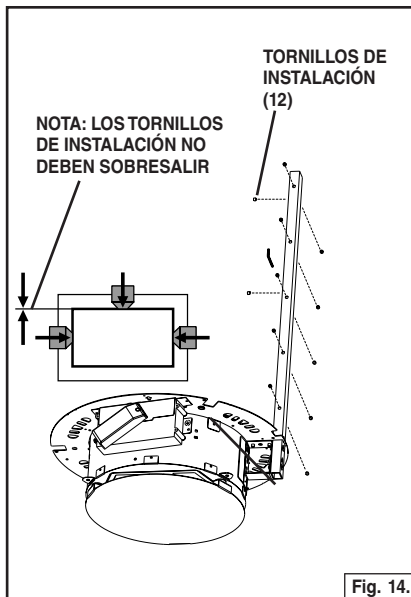

Fig. 14.
8. Inserte 12 tornillos de instalación en cada brazo de soporte inferior. Asegúrese de que los tornillos no sobresalgan hacia la sección interna del brazo. Fig. 14.